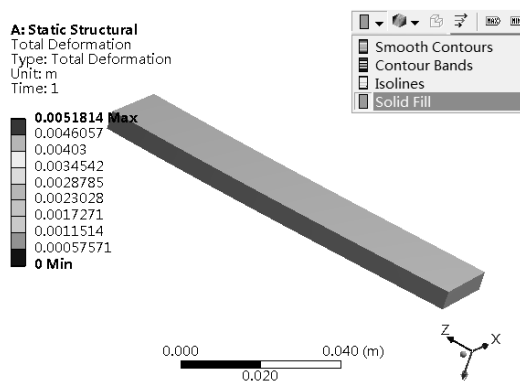

图 4-12 Solid Fill 方式
(4) Solid Fill : 不在模型上显示云图, 如图 4-12 所示。